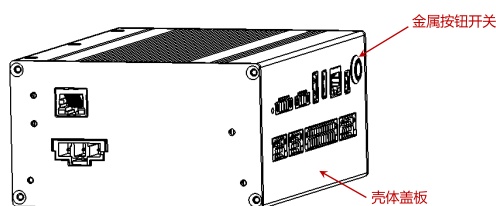

图 3-37: 拆除壳体盖板
2. 拆除控制柜左右侧板、壳体盖板上的内六角沉头螺钉 M3*6 和壳体盖板上的金属按钮开关，拆掉左右侧板及壳体盖板。控制柜内的结构如图 3-37 所示。